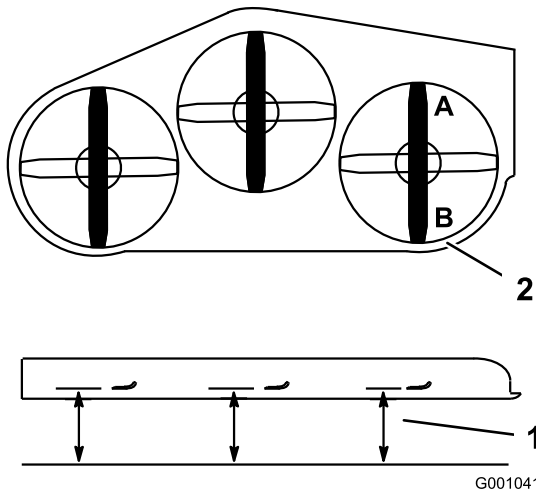

Figure 64
1. Tournez la lame droite dans le sens longitudinal (Figure 64).
2. Mesurez la distance au point **A** entre la surface plane et le tranchant de la pointe de la lame droite (Figure 64).
6. La lame doit être plus basse de 6 à 10 mm (1/4 à 3/8") au point **A** qu'au point **B** (Figure 64). Si ce n'est pas le cas, passez aux étapes suivantes.